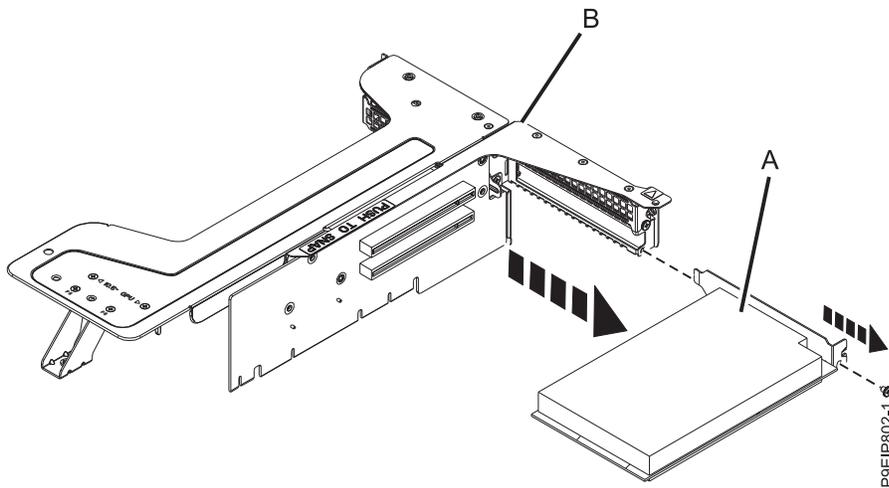

図 45. ライザーからの位置 1 のアダプターの取り外し
- a. 保持ピン (A) を引っ込めて、矢印がシステムを指すようにします。システム内のライザー前方の近くに、ライザーをシステム・バックプレーンに固定しているねじがある場合は、そのねじを取り外します。
- f. アダプター (A) のプラグを PCIe アダプター・ライザー (B) から抜きます (47 ページの図 45 を参照)。